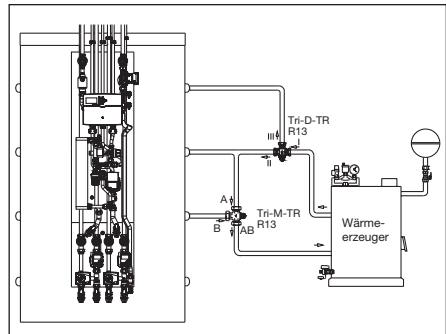

Abb. 5.3 Montage Misch- und Verteilerventil
2. Verbinden Sie den Wärmeerzeuger mit den Ventilen und dem Speicher (siehe Abb. 5.3)